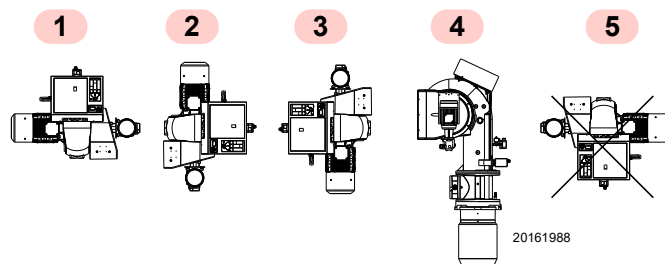

Fig. 10
- Le brûleur est exclusivement prévu pour fonctionner dans les positions **1**, **2**, **3** et **4** (Fig. 10).